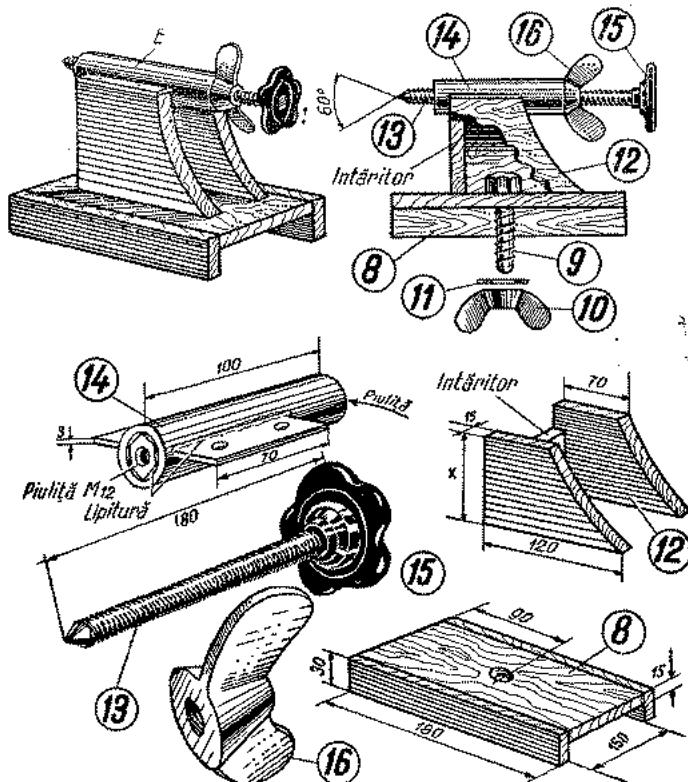

Fig. 5
are batiul (fig. 5). El trebuie să se deplaseze ușor pe batiu. În funcție de lungimea materialului de strunjit păpușa mobilă se fixează pe batiul strungelețului cu șuruburi (9) și piulița fluture (10). Șurubul 9 va trece prin canalul longitudinal al batiului. Stringerea se face cu piulița 10 pe șaiba 11. Șaiba 11 este necesară ca piulița 10 să nu distrugă batiul, afundându-se în el.